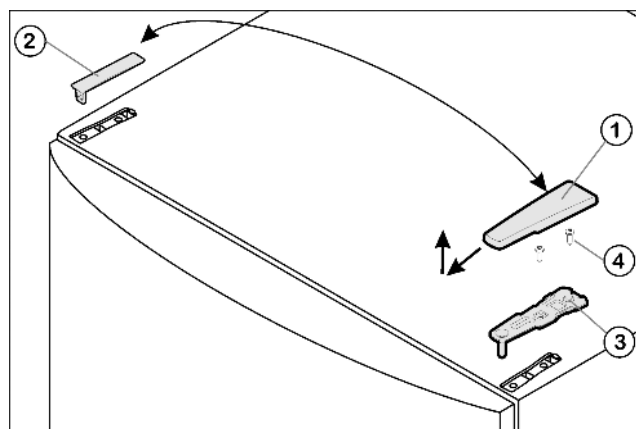

Fig. 4
- Потяните крышку Fig. 4 (1) вперед и вверх.
- Снимите крышку Fig. 4 (2).
- Открутите верхний опорный кронштейн Fig. 4 (3) (2 шт. Torx® 25) Fig. 4 (4) и вытяните вверх.
- ▶ Установите верхний опорный кронштейн Fig. 4 (3) на новой стороне шарнира и защелкните в дверце.
- ▶ Привинтите верхний опорный кронштейн (с моментом 4 Нм) (2 шт. Torx® 25) Fig. 4 (4). При необходимости проделайте отверстия или используйте аккумуляторную отвертку.
- ▶ Наденьте и защелкните крышку Fig. 4 (1) и крышку Fig. 4 (2) на противоположной стороне снаружи.